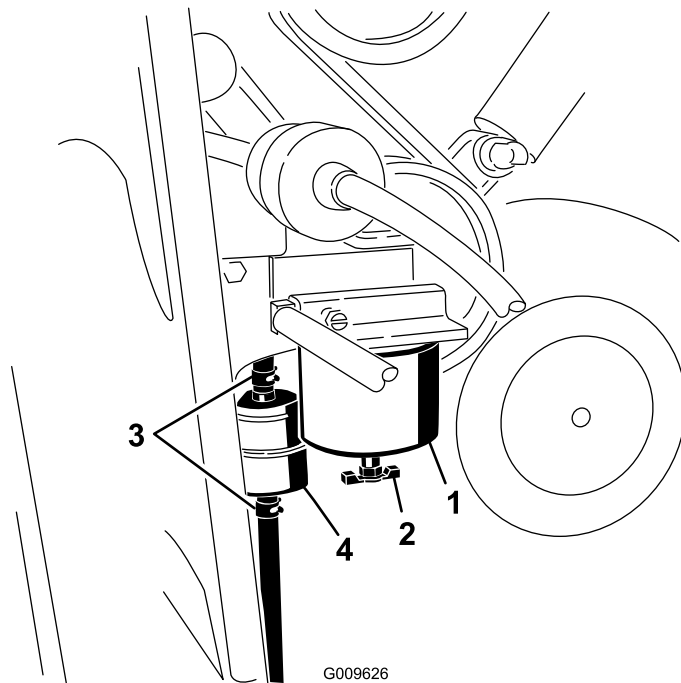

Рисунок 40
1. Найдите топливный фильтр на правой стороне двигателя (Рисунок 40) и поместите под ним чистую емкость.
1. Найдите топливный фильтр на правой стороне двигателя (**Рисунок 40**) и поместите под ним чистую емкость.
2. Очистите область крепления стакана фильтра (**Рисунок 40**).
3. Снимите стакан фильтра и очистите монтажную поверхность (**Рисунок 40**).
5. Вверните стакан фильтра вручную в монтажное отверстие. После соприкосновения прокладки с монтажной поверхностью доверните стакан еще на пол-оборота (**Рисунок 40**).
6. Поместите встроенный фильтр под коробкой топливного фильтра (**Рисунок 40**) и отметьте направление стрелки потока на боковой стороне встроенного фильтра.
7. Ослабьте хомуты на обоих концах проходного фильтра и отсоедините от него шланги (**Рисунок 40**). Удалите в отходы фильтр.
8. Наденьте шланги на концы нового фильтра (**Рисунок 40**), убедившись, что стрелка на фильтре направлена в ту же сторону, что и стрелка на старом фильтре.